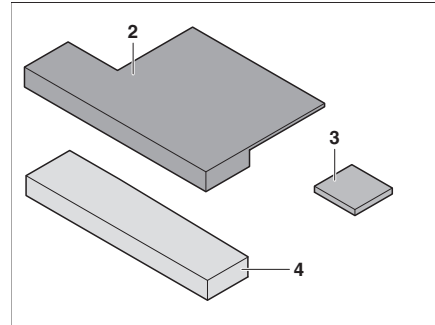

Bild 181 Extradynor
- Placera sittkil (Bild 181,3) på extradynan (Bild 181,2) (med kardborrband).